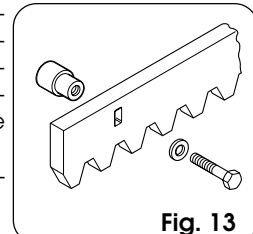

Fig. 13
4.4.1. CREMAGLIERA DI ACCIAIO A SALDARE (Fig.13)